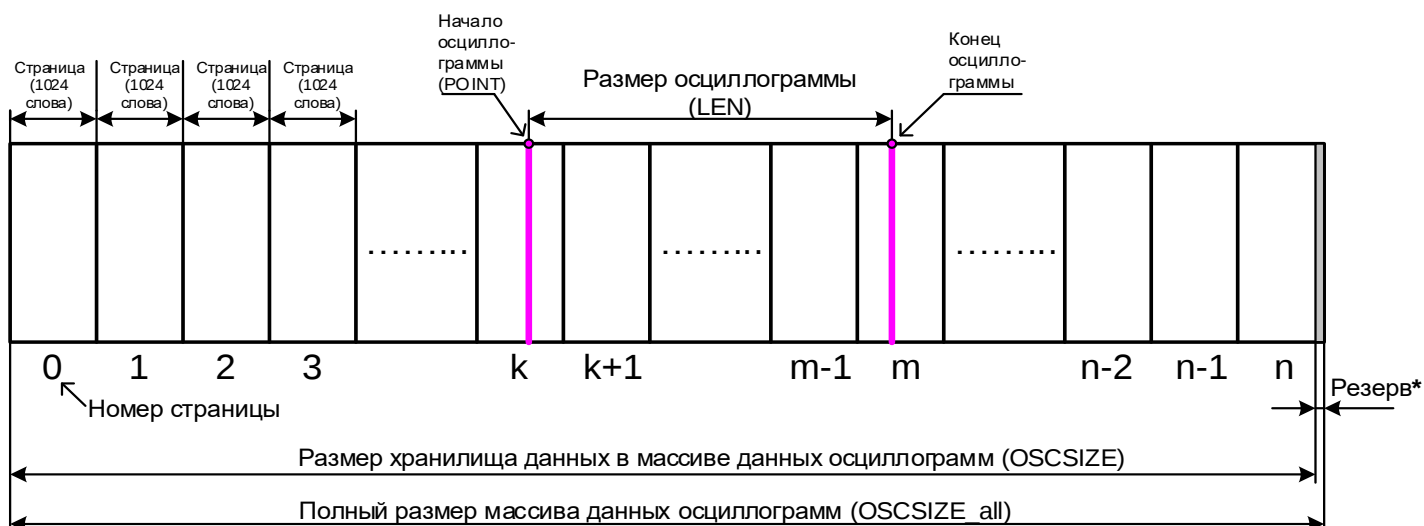

Рисунок 8.4
- определить адрес начала и окончания осциллограммы в массиве данных осциллограмм (см. рисунок 8.4).